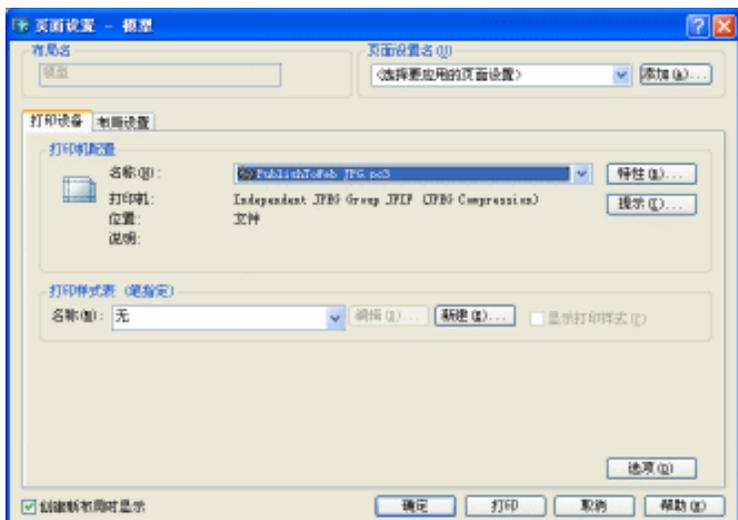

图 1-5-2
- STEP 01** 打开如图 1-5-1 所示的图形，选择“文件”“页面设置”命令，打开如图 1-5-2 所示“页面设置-模型”对话框。